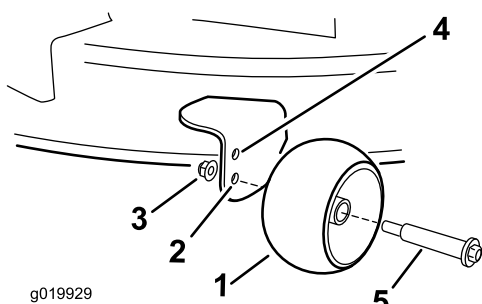

Bild 22
- Oberes Loch: Verwenden Sie diese Stellung mit dem Mähwerk in der Schnitthöheneinstellung 63 mm oder niedriger (Bild 22).
- Unteres Loch: Verwenden Sie diese Stellung mit dem Mähwerk in der Schnitthöheneinstellung 76 mm oder höher (Bild 22).